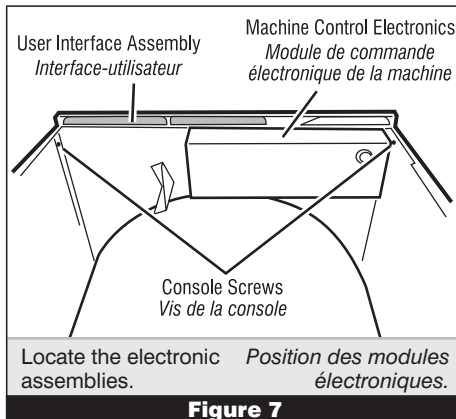

Figure 7
There are two electronic assemblies; the user interface assembly, and the machine control electronics. See figure 7.
2. After removing the top panel, remove the console screws located in the upper corners of the console. See figure 7.
Il y a deux modules électroniques; le module de l'interface-utilisateur, et le module de commande électronique de la machine. Voir figure 7.
2. Après la dépose du panneau supérieur, enlever les vis de la console (dans les angles supérieurs de la console). Voir figure 7.